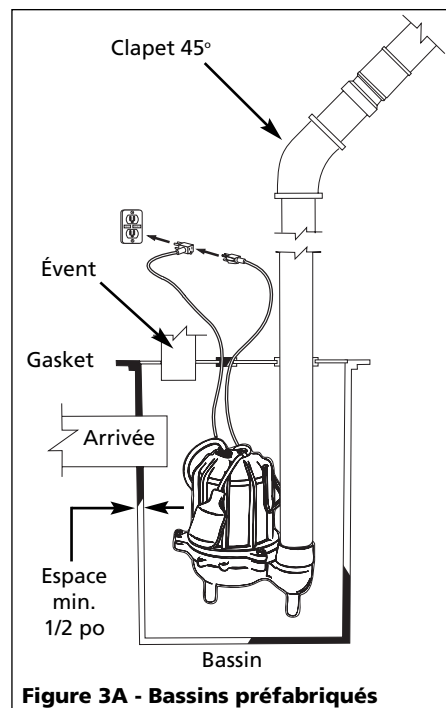

Figure 3A - Bassins préfabriqués
6. Les modèles CSE50T sont fournis avec un interrupteur à longe amovible avec fiche d'arrimage (voir la figure 3A). La longueur de la longe (distance du cordon du flotteur à la pince) ne doit pas être inférieure à 9,5 cm (3 1/4 po) et la longe ne doit pas être utilisée dans un bassin de diamètre inférieur à 35,6 cm (14 po). Si vous utilisez un différentiel autre que le réglage en usine, assurez-vous que la pompe s'éteint lorsqu'il reste au moins 10 cm (4 po) dans le bassin pour que l'impulseur reste submergé.